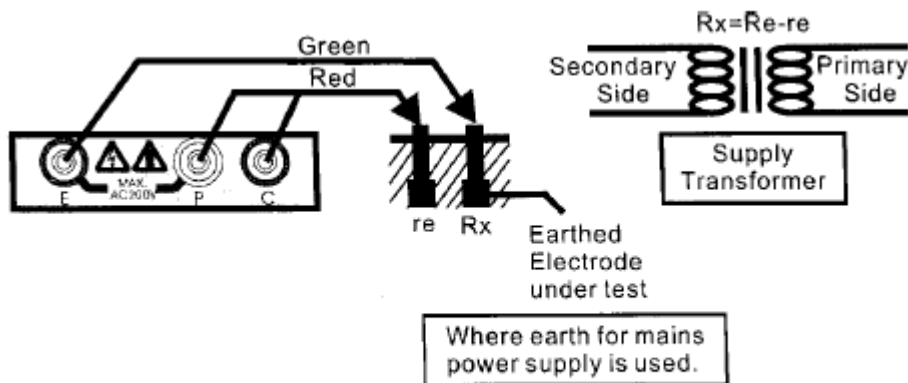

Fig.2
- در این مواقع، مقدار مقاومت تقریبی سیستم زمین را به روش دو سیمه و مطابق با FIG.2 می توان اندازه گیری کرد.